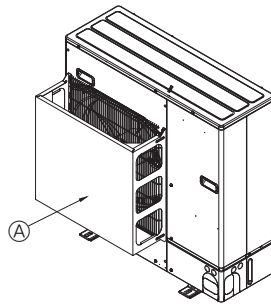

Fig. 2-5
- ② Τοποθετήστε έναν προαιρετικό οδηγό προστασίας από τον άνεμο, στην περίπτωση που η μονάδα είναι εγκατεστημένη σε σημείο όπου οι ισχυροί άνεμοι από κάποιον τυφώνα κ.λπ. ενδέχεται να εισέλθουν απευθείας στην έξοδο αέρα. (Fig. 2-5)